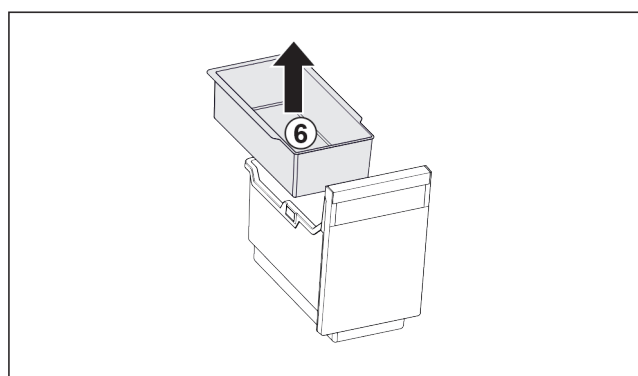

Fig. 81
- ▶ Ta ut brettet Fig. 81 (6).